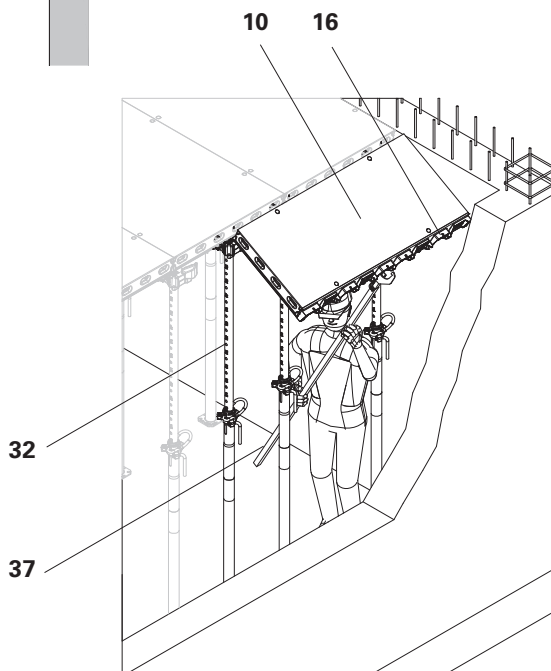

Fig. D3.02
2. A l'aide du support de compensation, accrocher transversalement dans les têtes d'étais DFH le panneau préparé. Le support de compensation doit être orienté vers le voile. Relever à l'aide de la barre de montage et le maintenir sur la barre de montage (37). (Fig. D3.02)